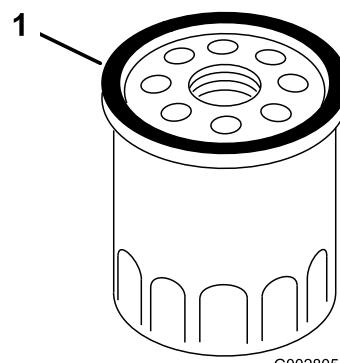

Figura 29
7. Utilize o dedo para revestir a junta do novo filtro com óleo (**Figura 29**).